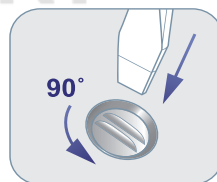

Рис. 5
- Снимите крышку с водоочистителя, предварительно повернув три фиксатора против часовой стрелки на 90° (рис. 5).